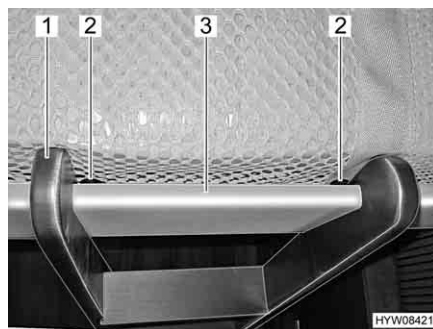

Fig. 103 Scaletta di accesso, agganciata
- Agganciare la scaletta di accesso (Fig. 103,1) con le due staffe nella barra di presa (Fig. 103,3) al letto basculante. Durante l'agganciamento fare attenzione che i longheroni della scala vengano posizionati attraverso i due dispositivi di fissaggio (Fig. 103,2). Questo serve a impedire che la scaletta di accesso scivoli di lato.
- Staccare la scaletta di accesso (Fig. 103,1) dalla barra di presa (Fig. 103,3) nel letto basculante.